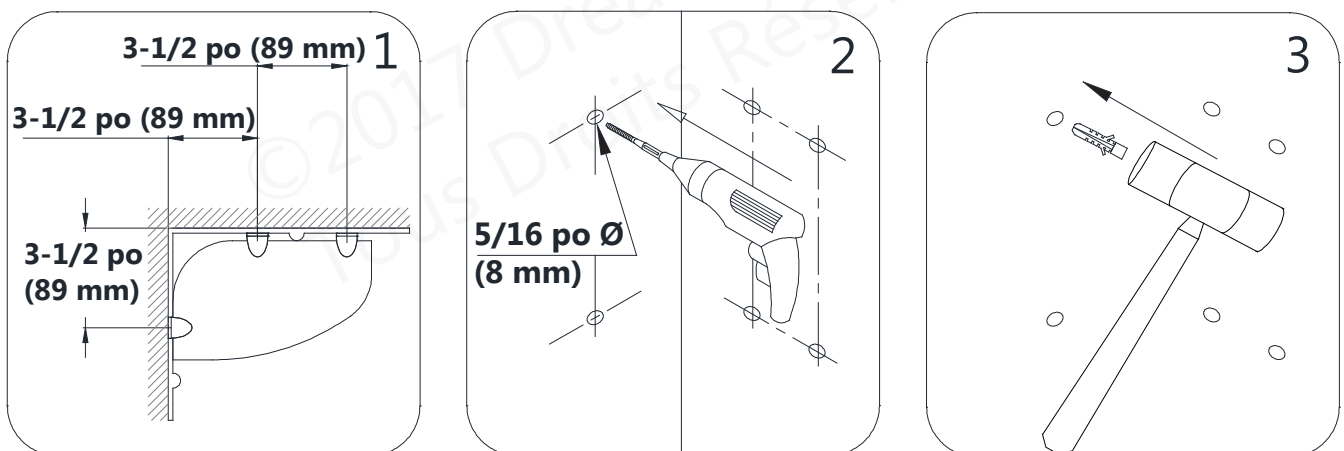

Fig 26
26. Marquez la position des **supports de tablette (N° 10)** selon les mesures de la Fig. 25.1. Percez les trous dans le mur avec une **mèche 5/16 po Ø (8 mm)** et insérez les **ancrages muraux (N° 06)**. (Fig 26)